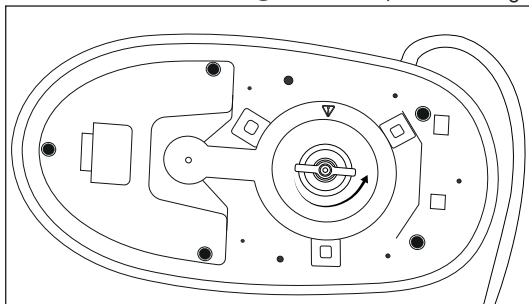
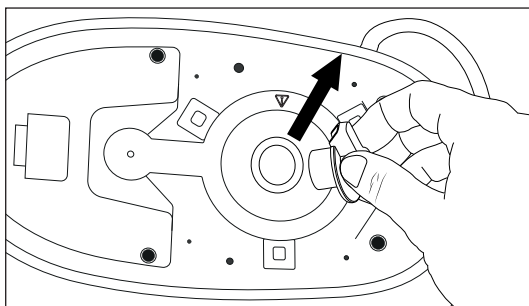

Fig. 11
Fig. 12
- 3) Înșurubați închizătoarea camerei de abur **7** în sens antiorar și trageți închizătoarea camerei de abur **7** din orificiu (a se vedea fig. 11 și fig. 12).